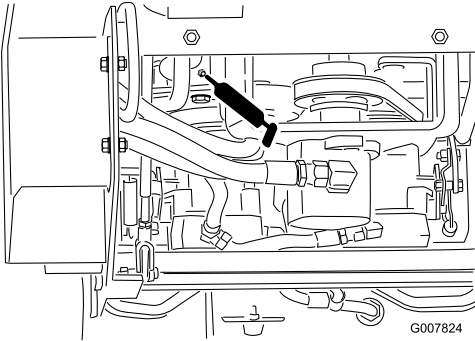

Figura 30
3. Collegate un ingrassatore a pressione a ciascun raccordo (da Figura 27 a Figura 30).